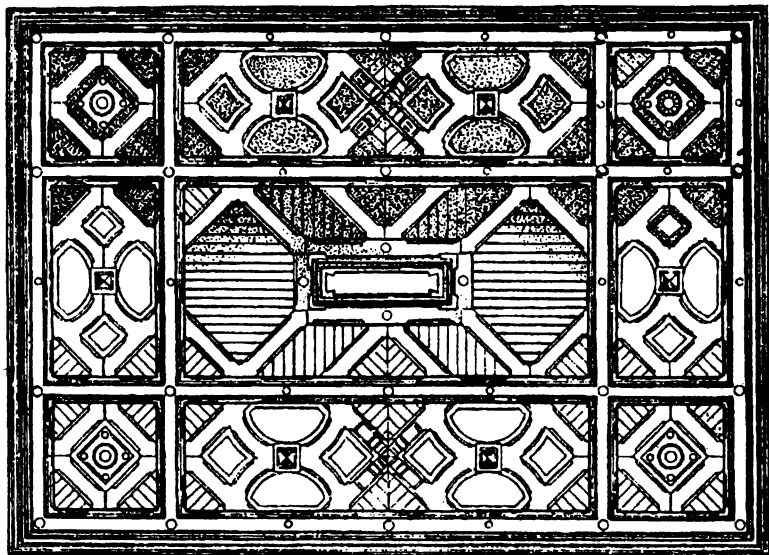

Рис. 132.
3) Разделенные на поля. (Рис. 132).